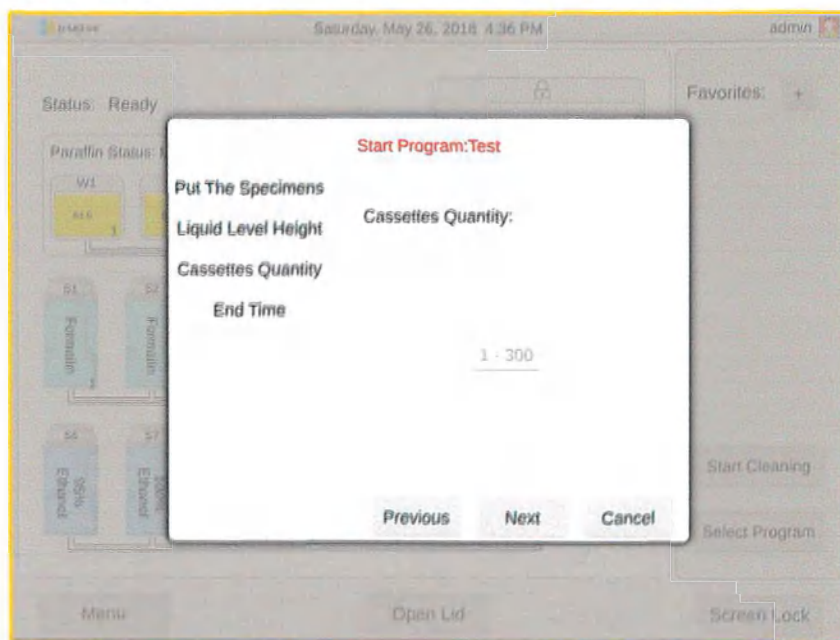

Рис. 75
- Введите количество кассет, 0-300. После завершения нажмите кнопку "Далее" (Рис. 75).